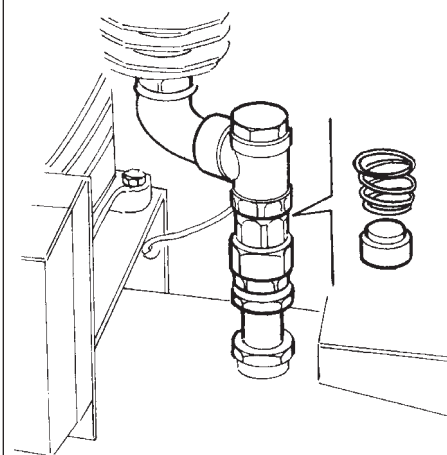

fig. 14
- revisionare la valvola di ritegno, aprandola e pulendo i singoli componenti (fig.14).